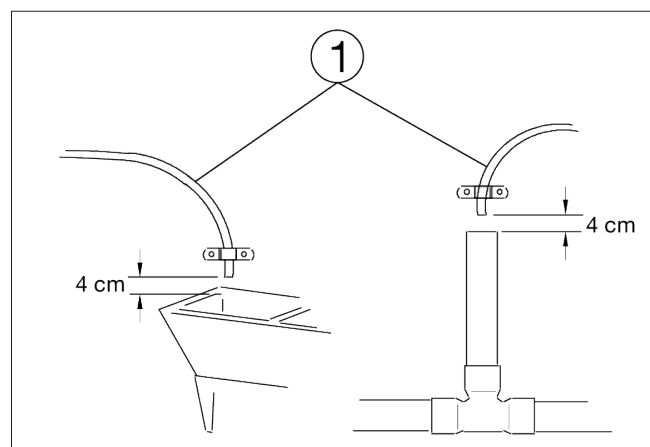

Fig. 3
Une évacuation est nécessaire pour l'eau de régénération (voir Fig. 3). Il est préférable d'utiliser une évacuation au sol, à proximité de l'adoucisseur d'eau.
- ▶ Une évacuation à proximité est nécessaire pour éliminer l'eau de décharge (évacuée) de la régénération. Utiliser une évacuation au sol, un bac à laver, un puisard, une colonne montante ou d'autres options (consulter les règles locales). Voir Fig. 3 et 4.